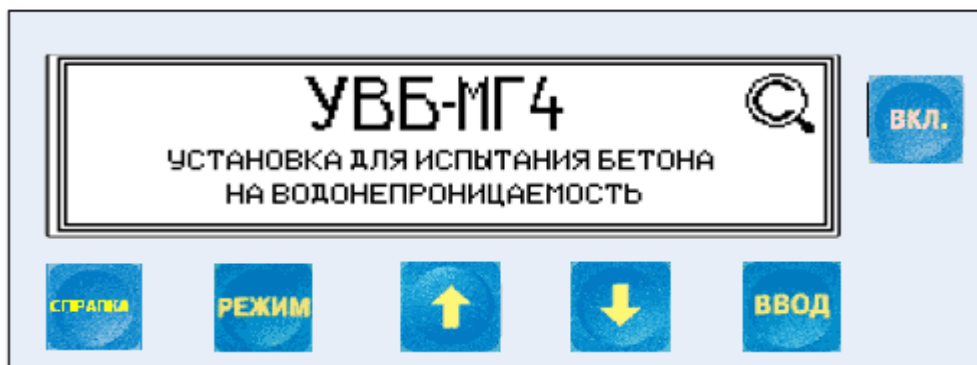

Рисунок 3 - Лицевая панель блока управления
1.4.2 Лицевая панель блока управления имеет вид (рис. 3).